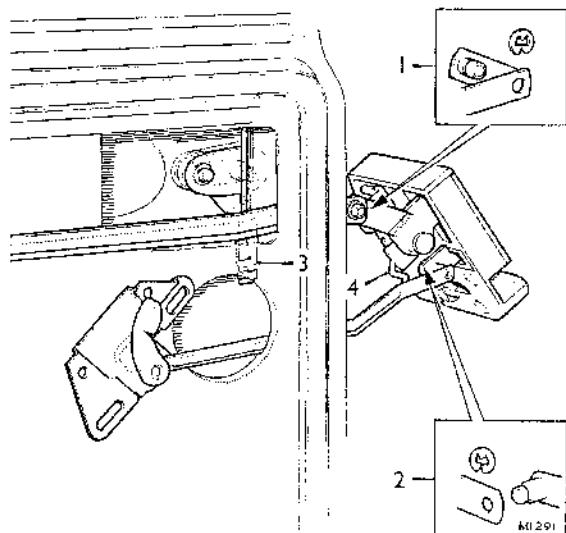

Fig. Rb.6
- (4) Separar o apalancar cuidadosamente la parte inferior de la articulación de cierre accionada por llave (3) sacándola del vástago de cierre del pestillo (4) (ver Fig. Rb.6).
- (5) Sacar el pestillo hacia fuera, quitar las grapas que fijan el mando a distancia (1) y la palanquita del seguro interior (2) al pestillo (ver Fig. Rb.6) y sacar ambas unidades y el pestillo fuera del cerco de la puerta.
- (6) Invertir el procedimiento de desmontaje, poniendo un especial cuidado en las instrucciones siguientes.
- (7) Referirse a la Fig. Rb.6. Asegurarse de que la grapa que fija la palanca del mando remoto (1) y la palanca del seguro interior (2) están correctamente colocadas y de que el vástago de bloaje del pestillo (4) está encajado en el clip elástico de la articulación de cierre de la manija exterior (3).
- (8) Comprobar el ajuste del pasador del botón pulsador; ver "Ajustes" en la Sección Rb.5.
- (9) Volver a poner, o poner nueva, la tira de cinta adhesiva de sellado del panel de puerta. Verificar el funcionamiento de la cerradura antes de colocar el panel de revestimiento.
- (10) Si es necesario, se puede volver a ajustar la placa de puerta, ver el apartado "Ajustes" en Sección Rb.5.